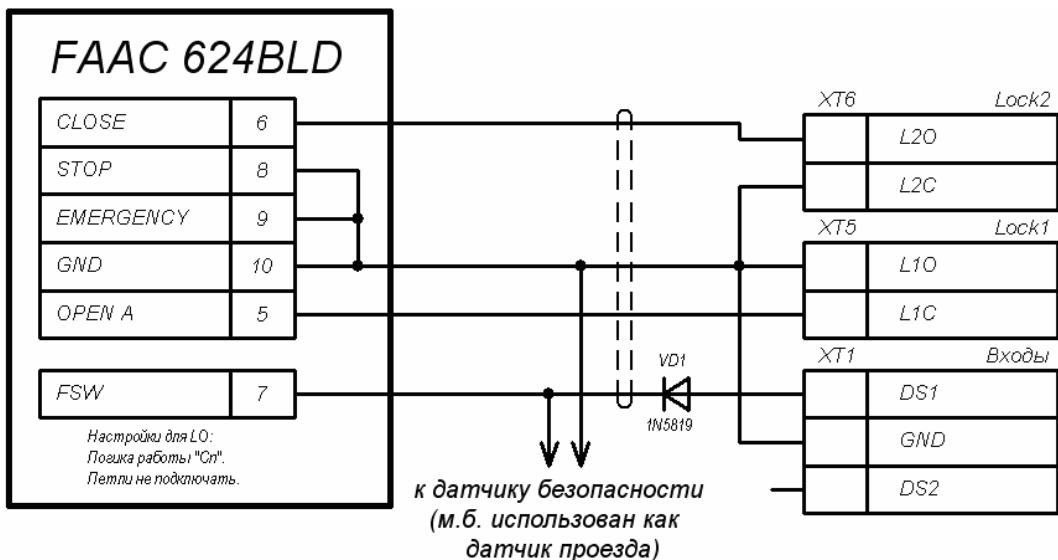

Рисунок 11. Пример схемы подключения шлагбаума FAAC с блоком управления FAAC 624BLD к контроллеру автотранспортной проходной
- Пример схемы подключения шлагбаума *FAAC* с блоком управления *624BLD* представлен на рис. 11.